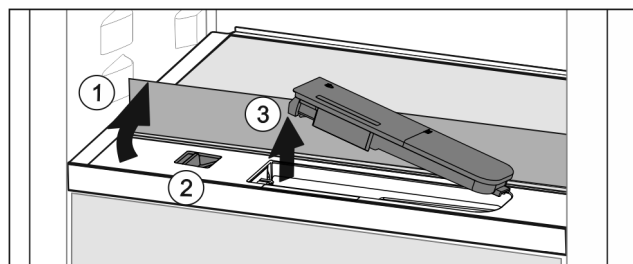

Fig. 120
- ▶ Skleněnou desku nadzvedněte a zaklapněte dozadu až na doraz Fig. 120 (1).
- ▶ Posuvník Fig. 120 (2) posuňte doleva.
- ▶ Vyjměte nádržku na vodu Fig. 120 (3).